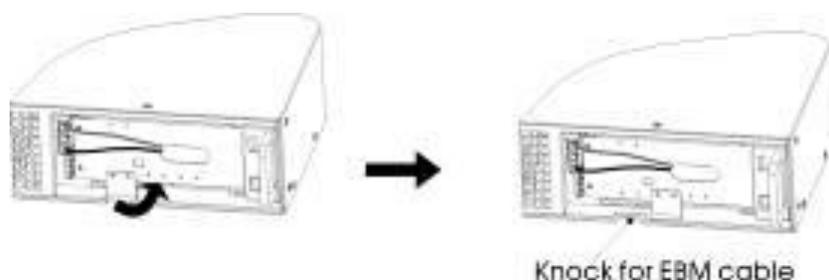

Figura 9 Rimuovere il passaggio dei cavi UPS
- b) Sul fondo della copertura frontale dell'UPS, rimuovere il passaggio del cavo EBP (si veda Figura 9).